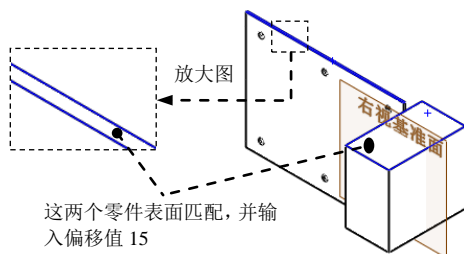

图 17.2.18 元件装配第二约束
(3) 创建“距离 2”配合。选取图 17.2.18 所示的两个面为要配合的实体，单击  按钮，并在其后的文本框中输入数值 15，选中 ☒ **反转尺寸(E)** 复选框；单击 **配合对齐:** 选项中的“同向对齐”按钮 ，单击“距离 2”对话框中的  按钮。